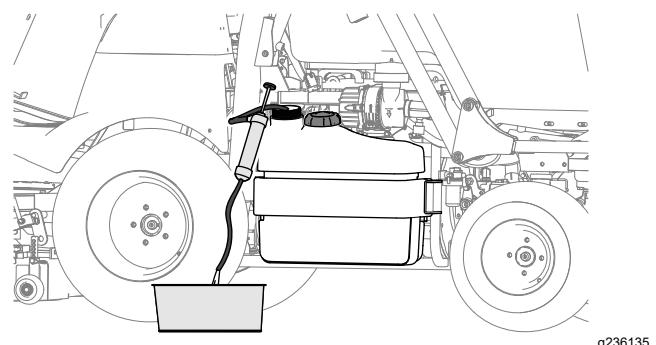

Рисунок 73
- Если вы будете хранить машину в течение длительного периода времени, слейте топливо из топливного бака с помощью сифонного насоса (Рисунок 73).
- Если топливная система загрязнится, слейте топливо из топливного бака с помощью сифонного насоса (Рисунок 73), очистите бак и используйте чистое дизельное топливо для промывки бака.